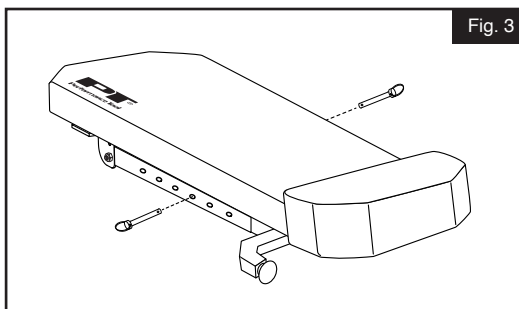

Fig. 3
3. Ajuste las patas a la altura deseada, alinee los orificios de la estructura y las patas, e inserte los dos pasadores Linch (3) completamente en los orificios. (Fig. 3).